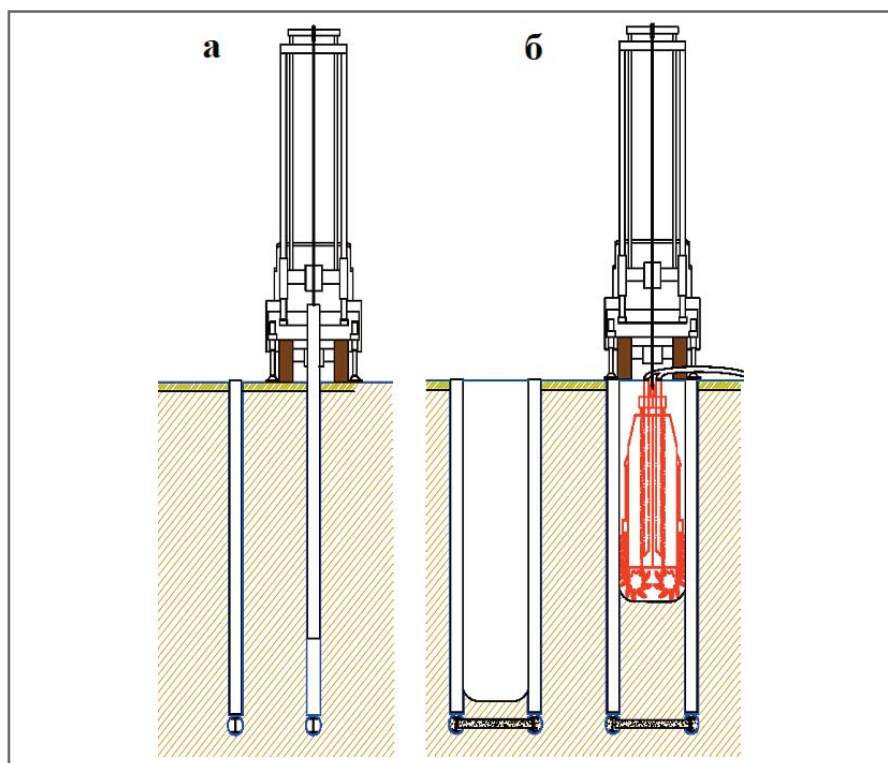

Рис. 3. Второй (а) и третий (б) этапы
2. В каждую скважину до проектной отметки опускается с задавливанием двутавровая балка (или балка с более сложным профилем) размером в поперечнике 200–250 мм (рис. 3, а).
с одновременным заполнением прорезей глинистым раствором (рис. 3, б).